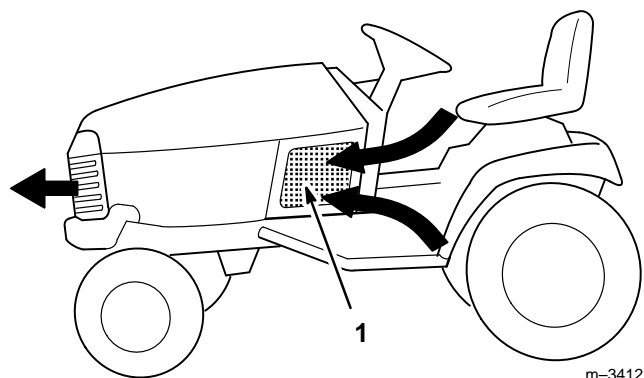

Abbildung 8
- Die 3 Lufteinlaßsiebe (Abb. 8) auf Fremdkörper untersuchen. Fremdkörper vor jedem Einsatz und/oder während des Einsatzes entfernen, wenn nötig.